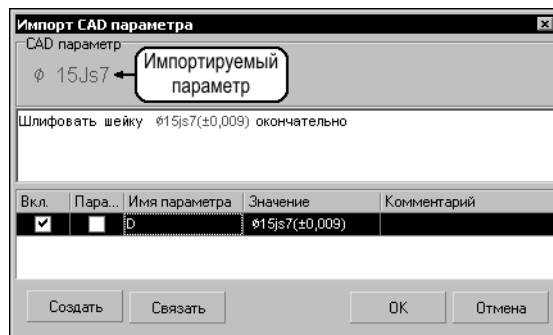

Рис. 9.21. Импорт параметра
3. Выделите на чертеже (эскизе) импортируемый параметр — его значение отобразится в открывшемся окне **Импорт CAD параметра** (рис. 9.21). Параметр можно связать с существующим параметром техпроцесса или создать новый. Если параметр уже существует — установите курсор на этот параметр и нажмите кнопку **Связать**. Если требуется создать новый параметр, нажмите кнопку **Создать**. Связанный параметр будет выделен желтым цветом.